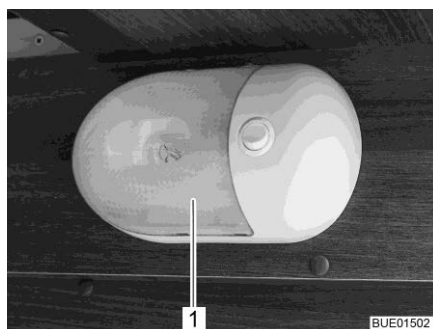

Bild 298 Påbyggnadslampa
- Tryck försiktigt samman den transparenta kåpan (Bild 298,1) på båda sidor, dra lätt bort den från brytaren och ta bort den framifrån.